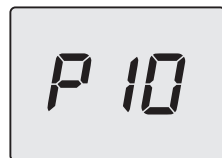

Figura 5.48
- Scorrere i vari parametri utilizzando i tasti 13 (indietro) o 15 (avanti) fino a far apparire sul display LCD le lettere **P10** che si alternano con il valore del parametro (Figura 5.48).